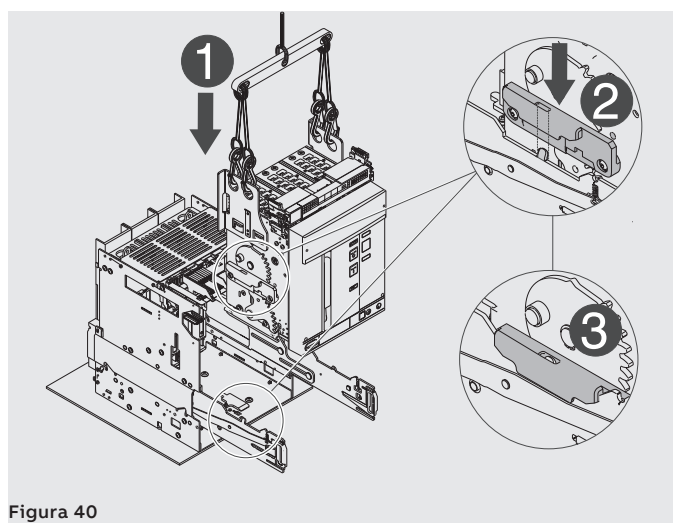

Figura 40
4. Posicionar la parte móvil sobre las guías de la parte fija. Engancharla introduciendo la ranura lateral en el gancho de la guía de la parte fija. Véase Figura 40.